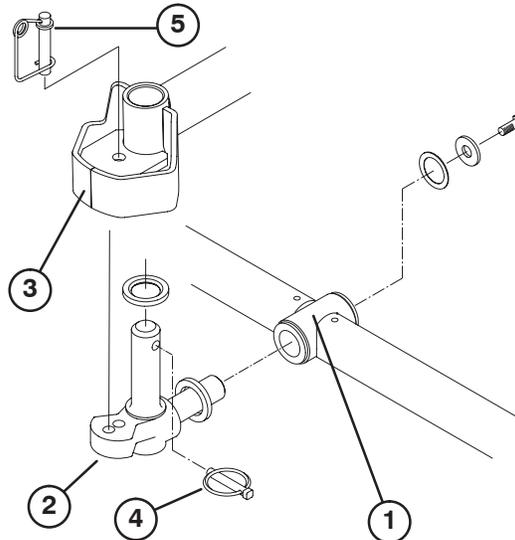

Bild 8
6. Setzen Sie eine Druckscheibe auf die horizontale Welle des Kreuzgelenks, siehe Bild 8.
7. Setzen Sie die horizontale Welle des Kreuzgelenks in das Befestigungsrohr des Trägerrahmens ein (Bild 8).
8. Befestigen Sie das Kreuzgelenk mit einer Druckscheibe, einer flachen Scheibe und einer Bundkopfschraube am Trägerrahmen (Bild 8).
9. Setzen Sie eine Druckscheibe auf die vertikale Welle des Kreuzgelenks, siehe Bild 8.
10. Falls die vertikale Welle abgenommen ist, setzen Sie sie auf das Kreuzgelenk in den Gelenkhub des Hubarms ein (Bild 8). Führen Sie das Kreuzgelenk zwischen den beiden Zentrierpuffern aus Gummi in die Unterseite der Lenkplatte des Hubarms ein.
11. Setzen Sie den Klapstecker in das Kreuzloch an der Kreuzgelenkwelle ein (Bild 8).
Hinweis: Wenn Sie eine starre Mähwerkposition wünschen, setzen Sie den Lenkstift in das Befestigungsloch des Kreuzgelenks (Bild 8). Haken Sie den Federdraht unten um den Lenkstift.